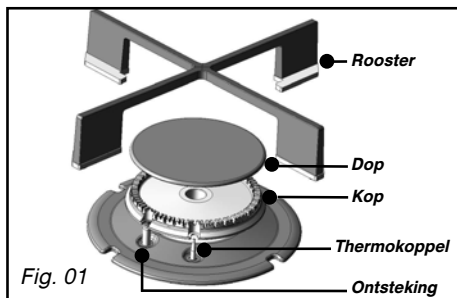

Fig. 01
– **Aansluiting met metalen slang** (roestvrij staal), **golvend met schroefbare mechanische** uiteinden (conform de norm NF D 36-125) met onbeperkte levensduur (fig. 01).
— Verwijder de roosters, kapjes en koppen van alle branders (fig. 01).
— Selecteer de toets . Terwijl u deze toets met uw vinger ingedrukt houdt, drukt u op de toets  (Fig. 01).